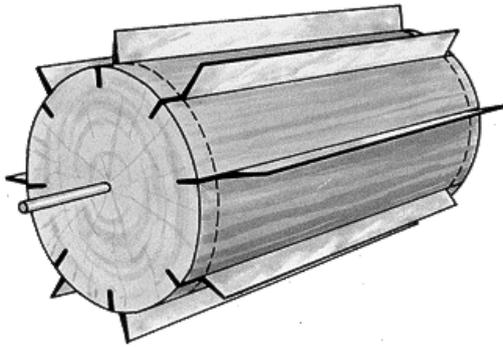

FIG. 5. Eis o rolo montado (as linhas pontilhadas são as cintas de aço).
3. Coloque as facas (lâminas de aço) nos cortes, com a parte maior para dentro e a menor (com fio bem afiado) para fora (Fig. 5);